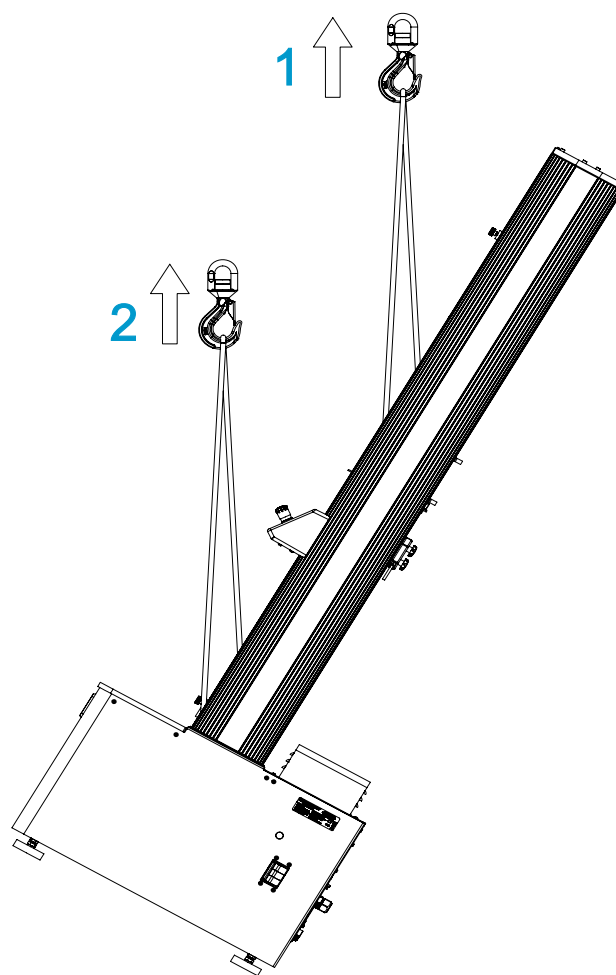

図 18. クレーンを使ってロードフレームを立てる
68 ページの 図 18 を参照してください。
2. クロスヘッドに2本のリフティングスリングを取り付け、68 ページの図 18 に示すように、クレーンのフックに固定します。リフティングスリングの代わりにチェーンを使う場合は、クロスヘッドを保護材で包み、クロスヘッドに傷が付かないようにします。チェーンもトッププレートなどのフレームの他の部分への損傷の原因となる可能性があります。すべての損傷を受けやすい構成部品の周辺を必ず保護材で覆ってください。
3. 68 ページの図 18 に示すように、2本の M16 持ち上げボルトをフレームベースに取り付け、2本の追加のスリングをボルトに取り付けます。
説明 図 18